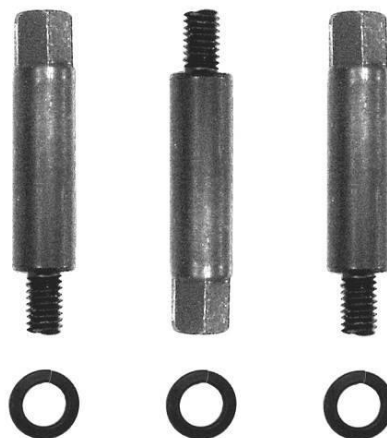

Рисунок 3
2. С помощью трех стопорных винтов с пружинными шайбами (рисунок 3), крепко закрепите фуговальный станок на тумбе. Винты вкручиваются через отверстия в тумбе в основание фуговального станка (рисунок 4).